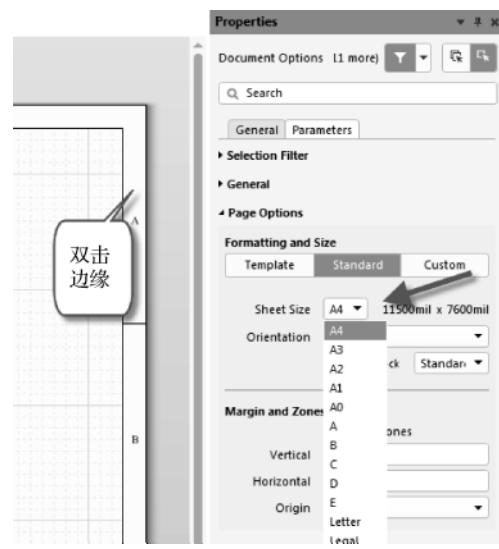

图 5-3 页面大小的参数设置
- (2) 通过第 (1) 步进入原理图页参数设置界面，可以从 Altium Designer 提供的“Template”中选择合适的页面大小，如果标准风格中没有需要的尺寸，可以选择“Standard”使用自定义风格，“Custom”处可以定义原理图页的宽度，“Height”处可以自定义高度，“Width”处可以自定义宽度，如图 5-3 所示。
- (3) 一般来说，这个自定义尺寸是画完原理图之后根据实际需要来定义的，这样可以让原理图不至于过大或者过小。